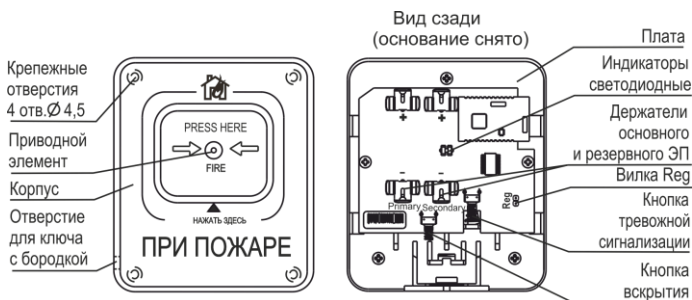

Рисунок 2
5.1 Извещатель выполнен из ударопрочной пластмассы в виде блока, состоящего из съемной крышки (лицевая сторона), и основания (рисунок 2).